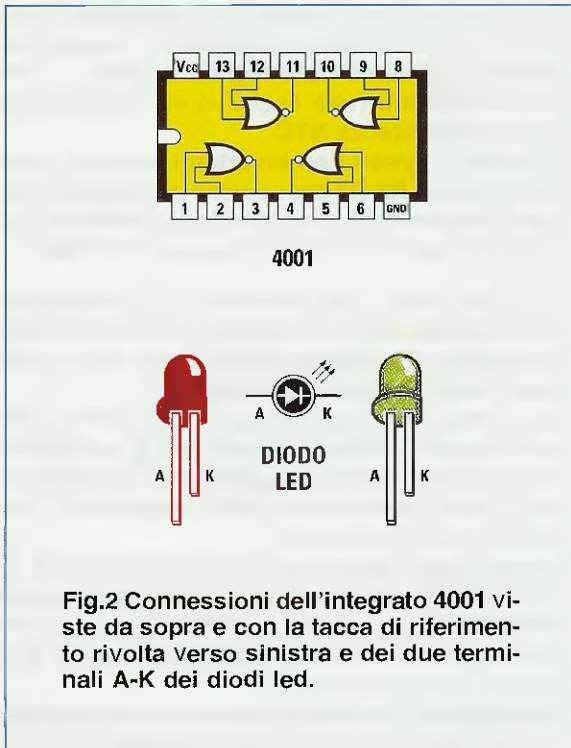

Fig.2 Connessioni dell'integrato 4001 viste da sopra e con la tacca di riferimento rivolta verso sinistra e dei due terminali A-K dei diodi led.
Fig.2 Ecco come suggeriamo di modificare il circuito del lettore, onde poter utilizzare un diodo zener del valore standard di 22 volt con in parallelo il trimmer R2.
*Noi possiamo solo consigliare, sapendo con quanta difficoltà si riescono a reperire i **diodi zener** del valore richiesto e tenendo anche presente che questi hanno, come qualsiasi altro componente, una loro **toleranza**, di scegliere un diode zener che abbia un **voltaggio maggiore** al richiesto, applicando in parallelo a questo, come visibile in fig.2, un **trimmer** da **4.700 ohm** che verrà poi tarato fino ad ottenere in uscita il **valore della tensione** richiesta.*
Fig.2 Connessioni dell'NPN tipo 2N.1711 viste da sotto, cioè dal lato dei terminali, dell'integrato siglato uA.747 e del CD.4028 viste da sopra. Sotto, elenco completo dei componenti utilizzati per la realizzazione di questo circuito.